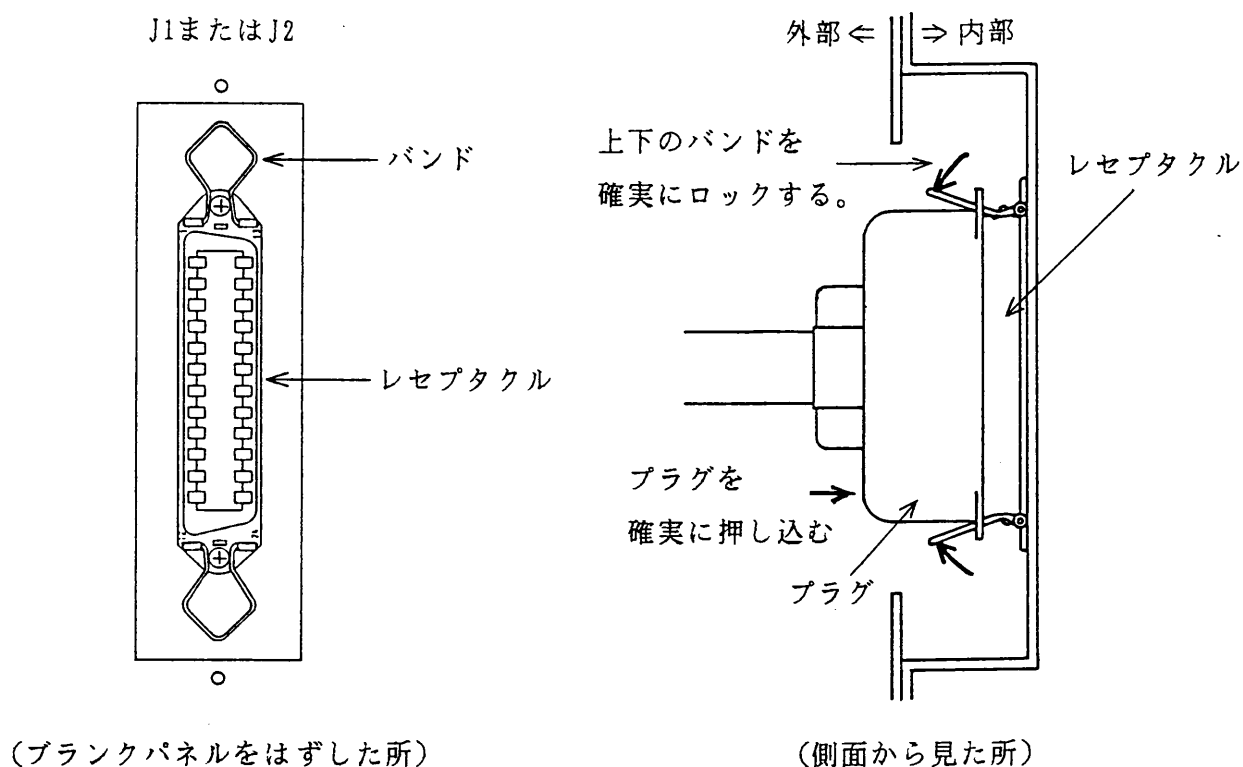

図 3-7
2) 内部レセプタクル(コネクタ)に、PD01M-PCR 形、または PD01S-PCR 形のプラグ(PLUG-M①または、PLUG-S②または、PLUG-S 1④または、PLUG-S 2⑤)を確実に押し込み、レセプタクルのバンドをロックしてください。(図 3-7 を参照してください。)